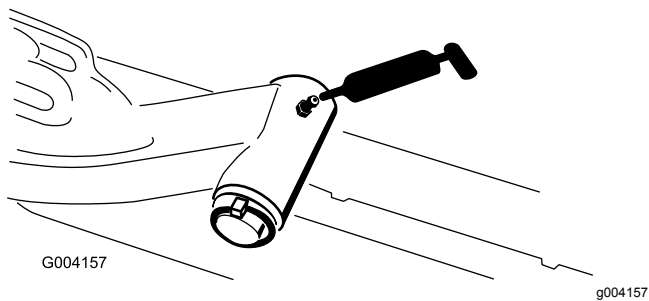

Figure 67
- Axe de pivot des bras de levage (1 chacun) (Figure 67)